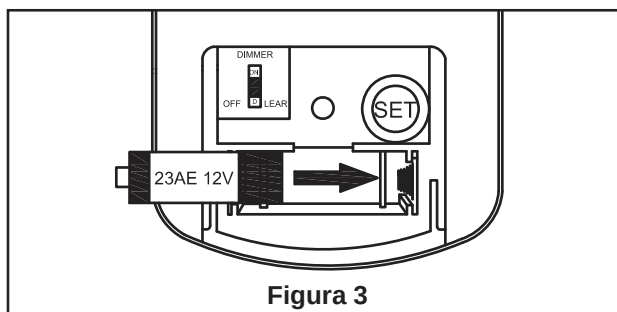

Figura 3
- ☐ **3.** Para que el ventilador sea funcional, instale las pilas (incluidas) de 23A/12V en el transmisor del mando a distancia. Mientras el ventilador esté apagado. A continuación, siga el proceso de fijación remota de código. Si no se utiliza el ventilador durante un largo periodo de tiempo, extraiga la batería para evitar cualquier daño al transmisor. Almacene el mando a distancia en un lugar alejado del calor o la humedad excesiva. (Figura 3)